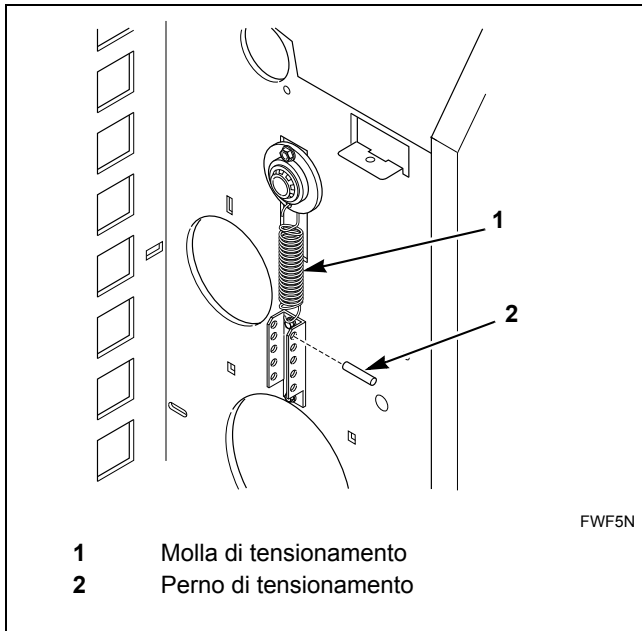

Figura 30
4. Sganciare la molla di tensionamento del nastro di ritorno dalla molla di tensionamento su ciascun lato della finitrice. Consultare la *Figura 30*.